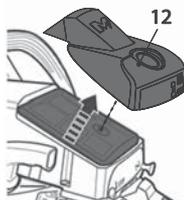

Fig. 49
- > Sortez le filtre à air [14] (Fig. 49) et séparez les deux moitiés.